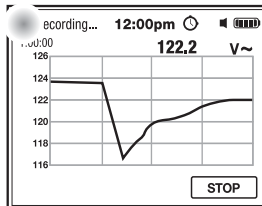

Fig. 10
- Para finalizar la grabación antes de la duración programada, pulse el botón de función **F4 STOP** (Fig. 10).